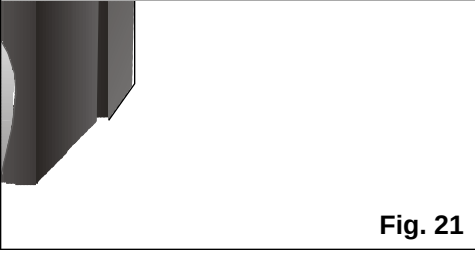

Fig. 21
- ☐ Placez un récipient à la sortie du tube et retirez le bouchon pour récupérer l'eau condensée, **Fig. 21**.
- ☐ Enlevez le diffuseur et mettez le tube expulseur d'air dans la position indiquée sur la **fig 21**.